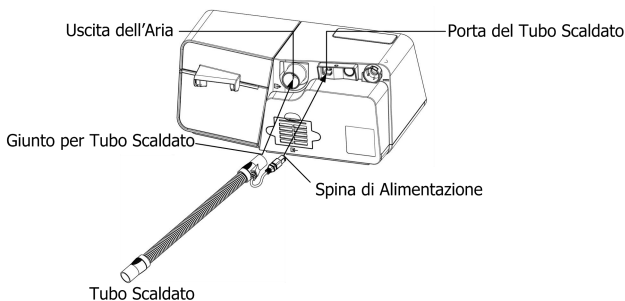

Fig. 12-6
(2) Collegare il giunto del Tubo Scaldato all'uscita dell'aria del dispositivo, e poi inserire la spina di alimentazione nella porta del Tubo Scaldato sul retro del dispositivo, come mostrato nella Fig. 12-6.